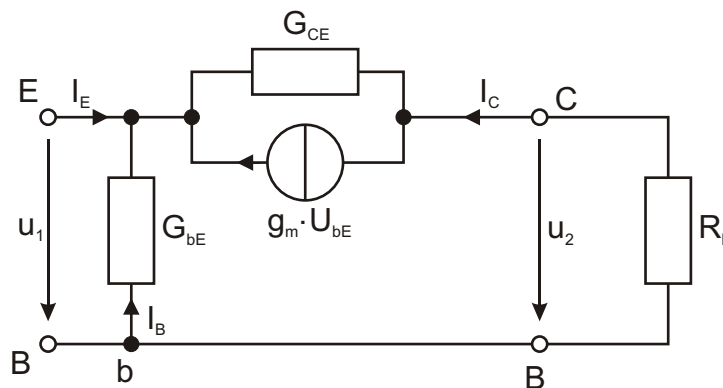

Abb. 3.4: ESB der Basis-Schaltung
- d) Das ESB der Schaltung unter Verwendung der ESB-Elemente ist in Abb. 3.4 angegeben. Die Spannungsverstärkung v_u lautet: